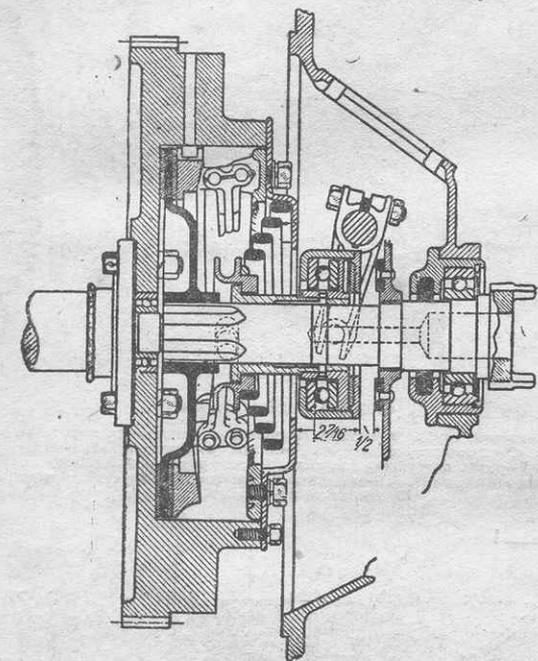

Рис. 10. Сцепление автомобиля «Форд-А».
**Сцепление** (рис. 10). На машине установлено однодисковое сухое сцепление, детали сцепления видны на рис. 10.
Внутреннее устройство коробки передач вместе со сцеплением показано на рис. 10. Смазка коробки передач производится хорошим моторным маслом, и через каждые 800 км пробега масло должно быть заменяемо новым.